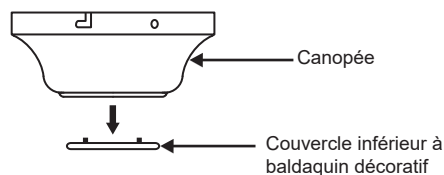

Fig. 8
Étape 1. Retirez le couvercle inférieur du dais décoratif du dais. (Fig. 8)